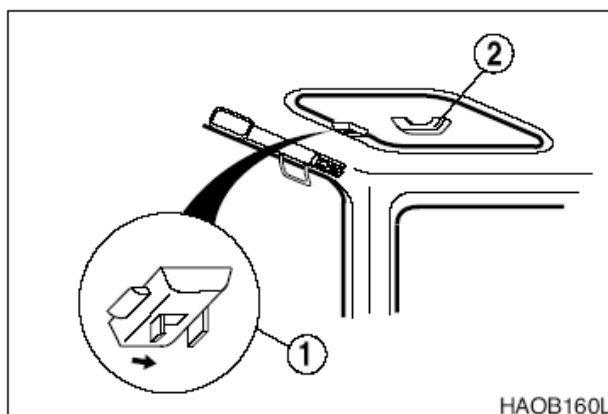

Рис. 88
3. Оттянуть задвижку (1, рис. 88) в центре крышки люка спереди и вытолкнуть ее вверх за ручку (2).
3. Потянуть крышку вниз за ручку (2, рис. 88) так, чтобы задвижка (1) защелкнулась в скобе, расположенной на раме потолка.